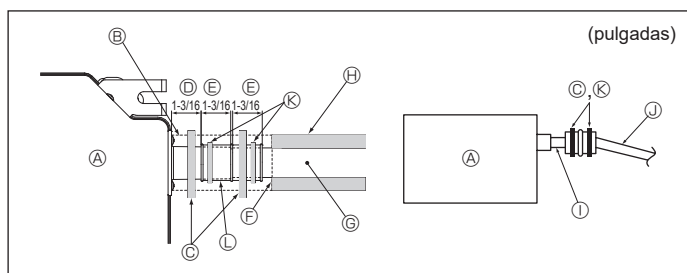

Fig. 6-2
- ⑤ Aislamiento (9 mm (11/32 pulgada) o más)
- ⑥ Pendiente de descenso (1/100 o más)
- ⑦ Soporte metálico
- ⑧ TUBO DE PVC CON DIÁM. EXT. \varnothing 32 mm (1-1/4 pulgadas)
- ⑨ Hágalo lo más ancho posible
- ⑩ Unidad interior
- ⑪ Pendiente de descenso (1/100 o más)
- ⑫ TUBO DE PVC CON DIÁM. EXT. \varnothing 38 mm (1-1/2 pulgadas) para agrupación de tuberías. (Aislamiento de 9 mm (11/32 pulgada) o más)
- ⑬ Hasta 850 mm (33 pulgadas)
1. Conecte el tubo de desagüe (suministrado con la unidad) al orificio de desagüe. (Fig. 6-2)